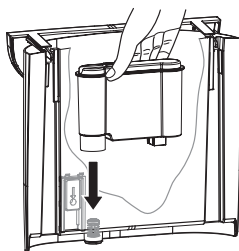

Fig. 2: Insérez le filtre à eau
7. Si vous le souhaitez, placez le filtre à eau dans le réservoir d'eau (Fig. 2).